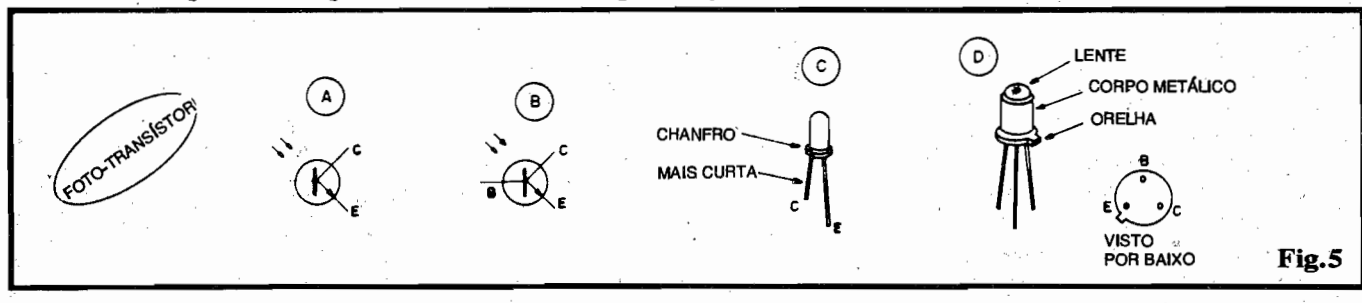

Fig.5
- FIG. 5 - OS FOTO-TRANSISTORES - Depois dos LDRs, os foto-sensores mais comuns, atualmente, são os FOTO-TRANSISTORES, cujo funcionamento básico é um pouco diferente (mas com resultados finais parecidos, ainda que em outras gamas ou sensibilidades...). Em rápidas palavras, um FOTO-TRANSISTOR nada mais é do que um transistor bipolar comum, com o seu tradicional "sanduíche" semiconductor PNP ou NPN, porém dotado de uma "janela" ou abertura no invólucro, de modo a facilitar a penetração de LUZ so-